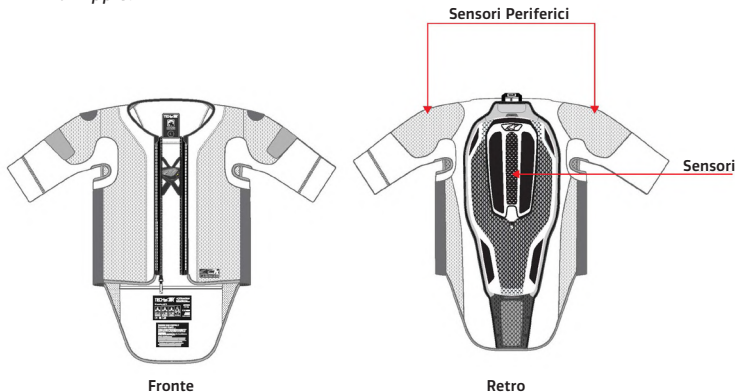

Figura 1: Posizione del sensore
Il Sistema è costituito da un'unità di controllo Airbag (6) con sensori integrati nel paraschiena (5) e da due sensori esterni posizionati sulle spalle, come illustrato nella Figura 1.